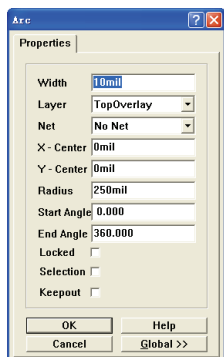
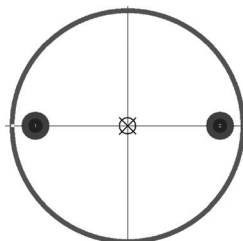

图 6-81 圆属性设置对话框
图 6-82 放置圆
(13) 绘制轮廓线。放置焊盘完毕后，需要绘制元件的轮廓线。所谓元件轮廓线，就是该元件封装在 PCB 上占据的空间大小，轮廓线的线状和大小取决于实际元件的形状和大小，通常需要测量实际元件。
(14) 绘制圆。单击工作区窗口下方标签栏中的“Top Overlay”项，将活动层设置为顶层丝印层。执行“Place”→“Full Circle”菜单命令，光标变为十字形状，单击鼠标左键确定原点为圆心，并移动鼠标拉到合适位置，单击鼠标左键确定圆半径。单击鼠标右键或者按〈Esc〉键结束绘制圆。
(15) 编辑圆属性。双击圆即可进入设置属性对话框，按照如图 6-81 所示的参数设置圆半径为 250mil，设置完毕后焊盘显示如图 6-82 所示。